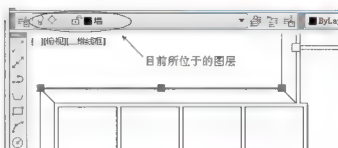

图 2.67 查询图形所位于的图层
(1) 在命令行无命令的状态下, 单击散水线, 出现夹点。此时【图层控制】选项窗口显示的就是目前该图形所位于的图层, 可以用此方法查询某图形所位于的图层, 如图 2.67 所示。